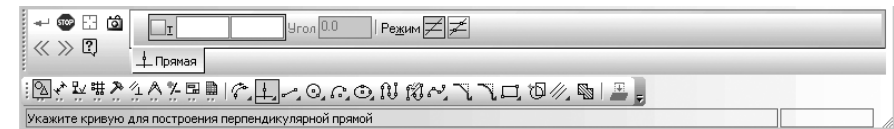

Рис. 8.65. Панель свойств: Перпендикулярная прямая, Компактная панель, с нажатой кнопкой Перпендикулярная прямая и строка сообщений
**Панель свойств: Перпендикулярная прямая, Компактная панель**, с нажатой кнопкой **Перпендикулярная прямая**, и строка сообщений показаны на рис. 8.65.